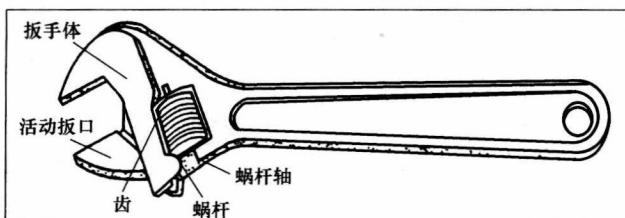

图 1-1 活扳手
(1) 活扳手（图 1-1）。活扳手又称活动扳手，其开口宽度能在一定范围内调节，其规格是以最大开口宽度 (mm) × 扳手长度 (mm) 来表示。常用的尺寸型号有 24mm × 200mm、36mm × 300mm 等多种规格。活扳手操作不太方便，需要旋转蜗杆才能使开口张开及缩小，且容易从螺栓上滑移，应尽量少用。